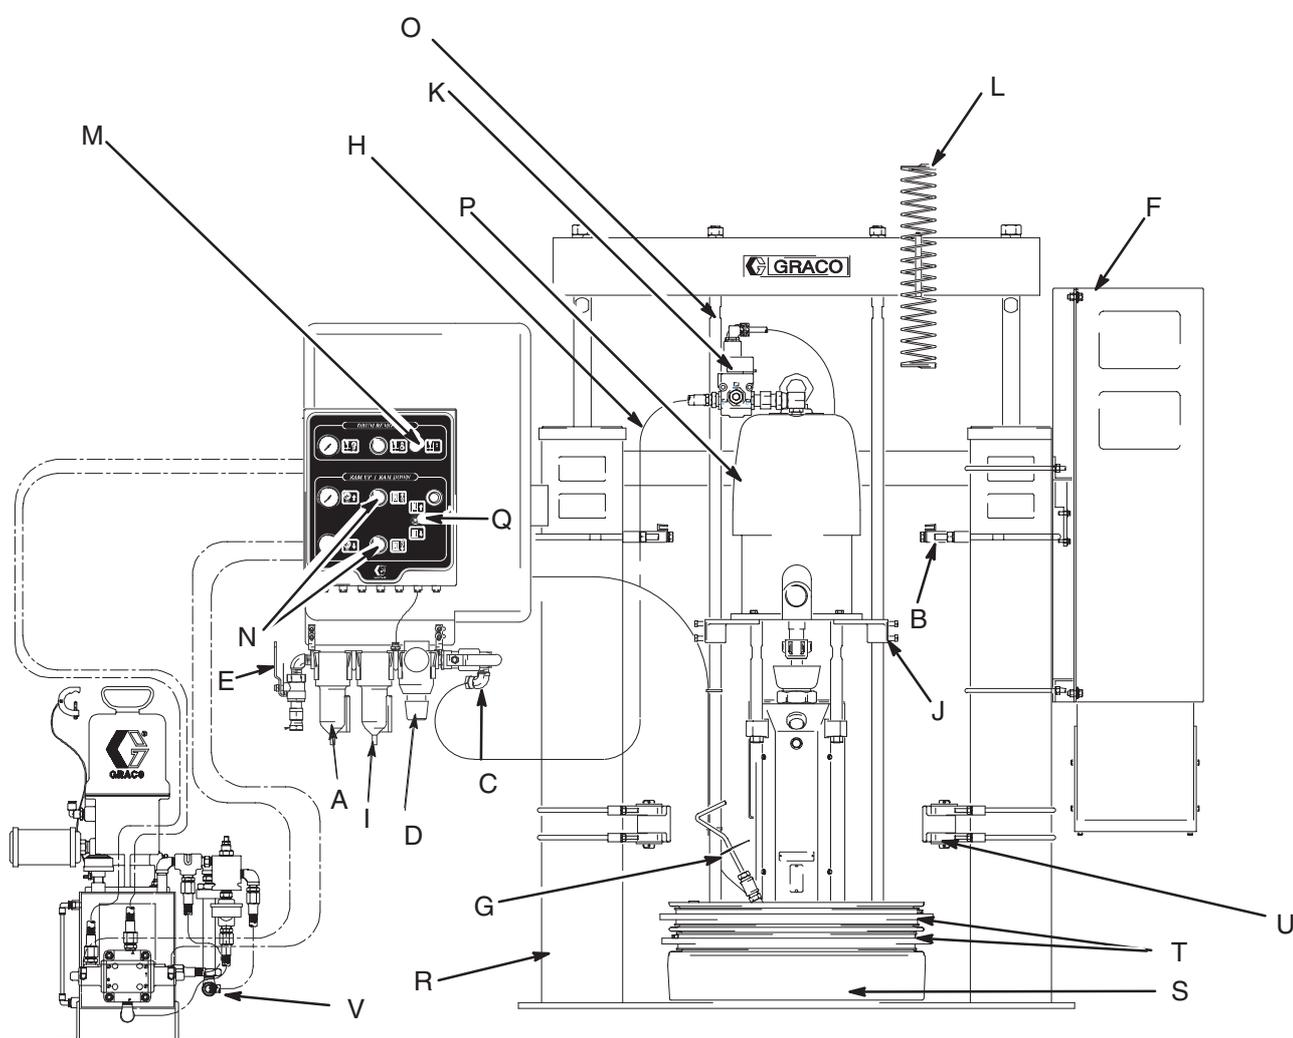

Fig. 4
Antes de instalar el sistema deberá familiarizarse con las piezas indicadas a continuación. Si desea más información, consulte la Fig. 4 en la página 10.
Consulte el plano de instalación típica (Fig. 4) y la Fig. 2. Se incluyen los siguientes componentes con el módulo:
- El regulador de aire de la bomba (D) controla la velocidad de la bomba y la presión de salida ajustando la presión de aire de la bomba. Se encuentra situado en el panel de control del aire corriente arriba desde la válvula principal de aire de tipo purga.
- Los reguladores de aire del “ram” (N) controlan la presión del aire a la unidad de abastecimiento hidráulica que controla el movimiento del “ram”. Existen reguladores de aire separados para controlar la presión del “ram” en sentidos ascendente y descendente.
- La unidad de abastecimiento hidráulica (Fig. 4, ítem V) controla el movimiento del “ram”.
- La válvula con botón del plato seguidor (M) controla la presión del aire a la válvula del plato seguidor.
- El FRL (filtro, regulador, lubricador) (A), (D), e (I) acondiciona el aire al “ram” y a la bomba. El regulador de aire de la bomba se encuentra montado en este conjunto. El aire al “ram” se toma de este conjunto, y un tubo en la línea de aire conecta el FRL al módulo de control del aire al “ram”.